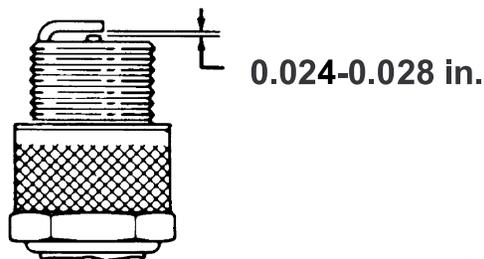

図 27
- 取り付け前にもう一度エアギャップを確認する (図 27)。